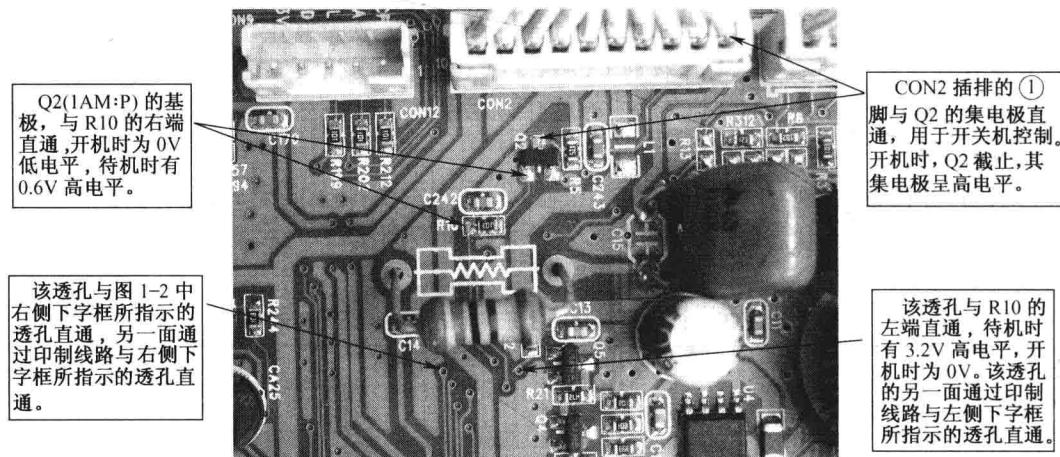
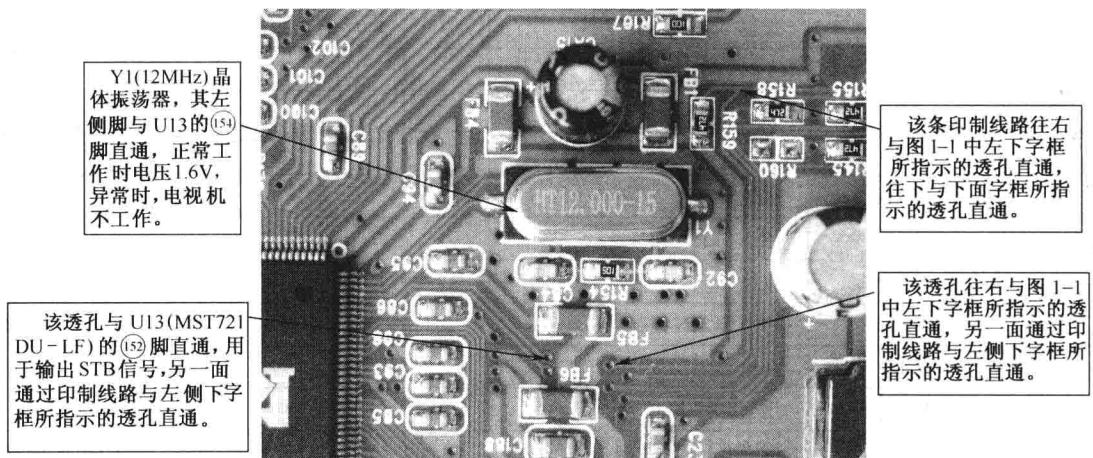
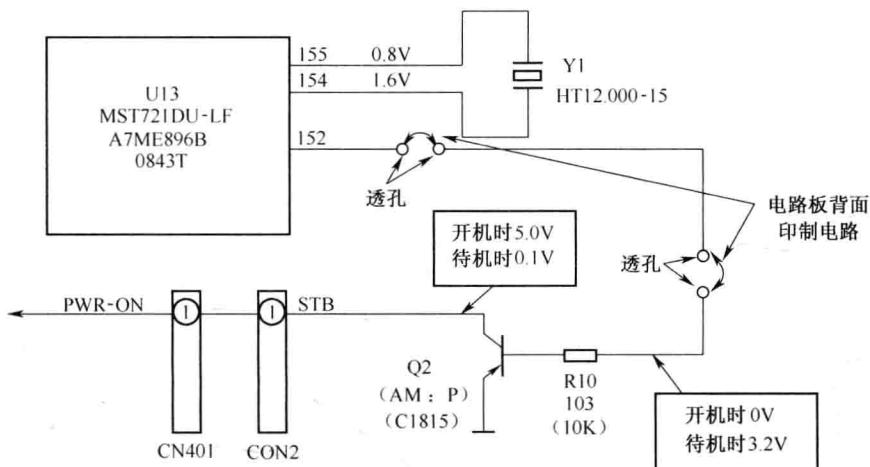

图 1-1 长虹 LT32710 机型中待机控制接口元件组装图
图 1-2 长虹 LT32710 机型中待机控制输出线路实物图
图 1-3 长虹 LT32710 机型中待机控制接口电路原理图
开机后,经检查,发现 CON2 的①脚电压在 0.1V 左右微抖动,正常开机时应为 5.0V,说明该电视机处于待机保护状态,维修时应先注意检查待机控制接口电路,其实物元件组装及印制输出线路如图 1-1 和图 1-2 所示,电路原理如图 1-3 所示。
图 1-3 中, U13(MST721DU-LF) 是一种多功能贴片式集成电路, 其⑯脚用于电源开关控制。当⑯脚输出 0V 低电平时, 通过透孔连接线使 Q2 截止, CON2(CN401) 的①脚输出 5.0V 高电平, 整机进入正常工作状态; 当⑯脚输出 3.2V 高电平时, Q2 导通, CON2(CN401) 的①脚被钳位于 0.1V 低电平, 整机处于待机状态。
小结:图 1-1 中, Q2 是一种型号为“1AM:P”的贴片式 NPN 型小功率晶体管, 损坏时可用 2SC1815 分立式晶体管代换, 但要注意极性不能接错。